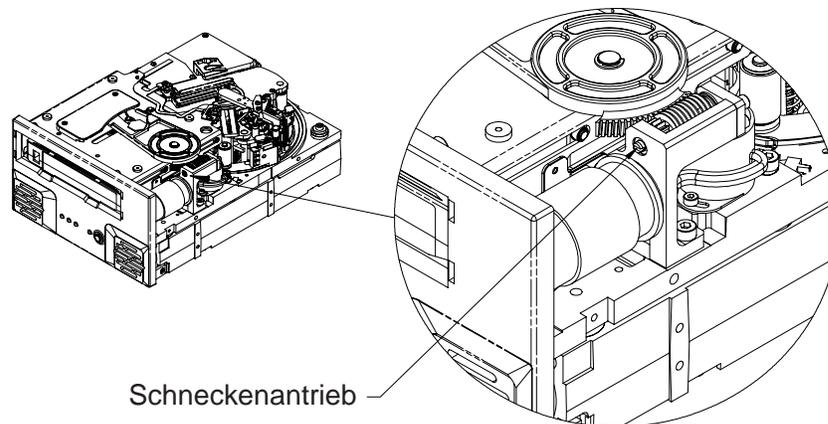

Abbildung 22: Diagramm des Viper 200-Laufwerks mit dem Schneckenantrieb
13. Drehen Sie den Schneckenantrieb mit einem Schraubendreher mit flacher Klinge gegen den Uhrzeigersinn (nach links). Die Position des Schneckenantriebs entnehmen Sie Abbildung 22. Auf diese Weise wird der Führungsmechanismus der Kassette langsam angehoben und die Kassette nach und nach ausgeschoben.